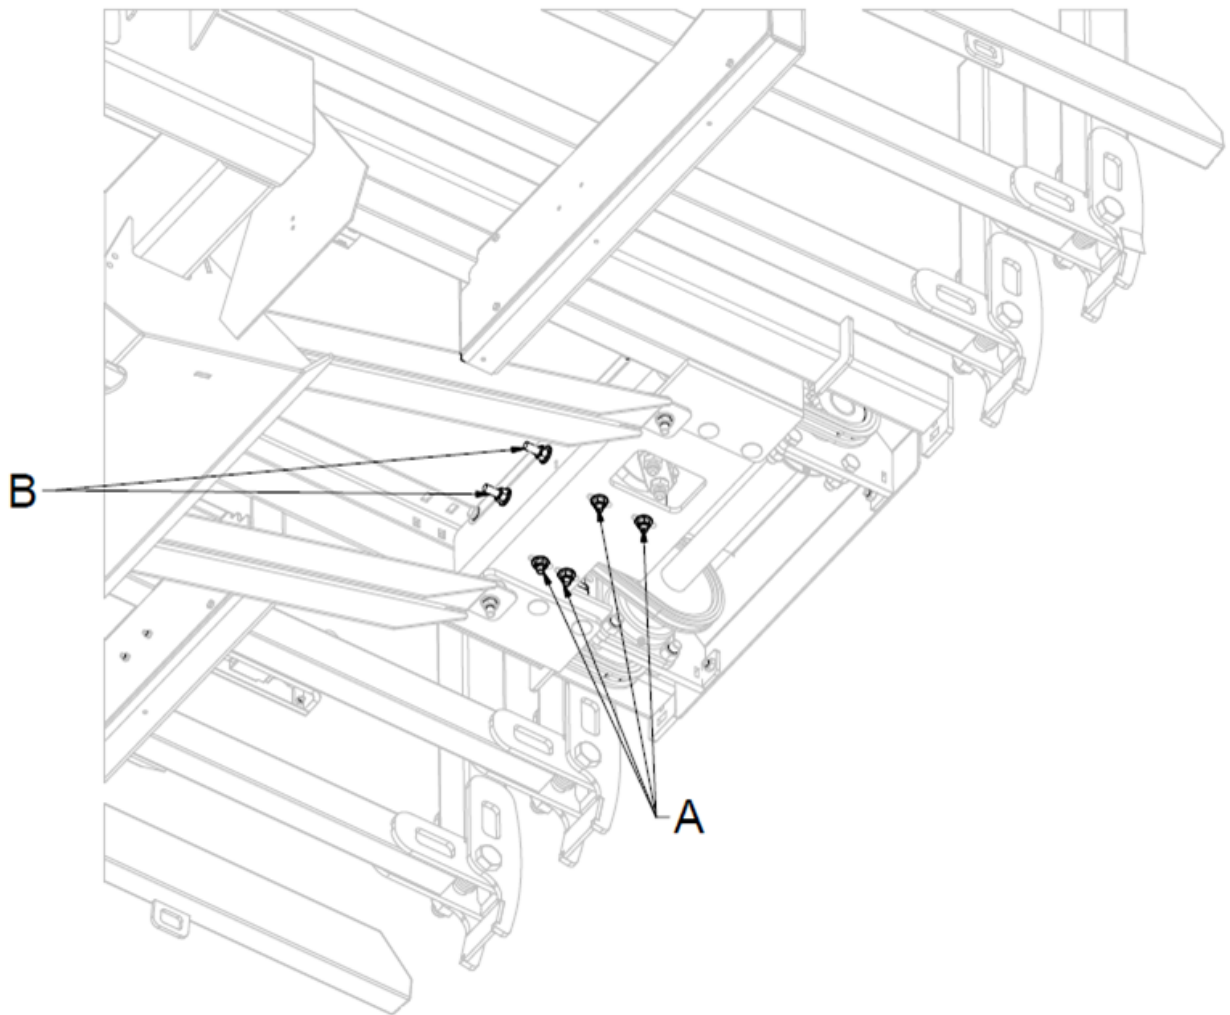

рисунок 42 — Регулировка натяжения приводной цепи толкателя
1. Ослабьте четыре (4) болта под приводным механизмом (А, рисунок 42).
2. Отрегулируйте степень натяжения цепи с помощью двух (2) натяжных болтов сбоку приводного механизма (В, рисунок 42).
3. Затяните четыре (4) болта под приводным механизмом (А, рисунок 42).